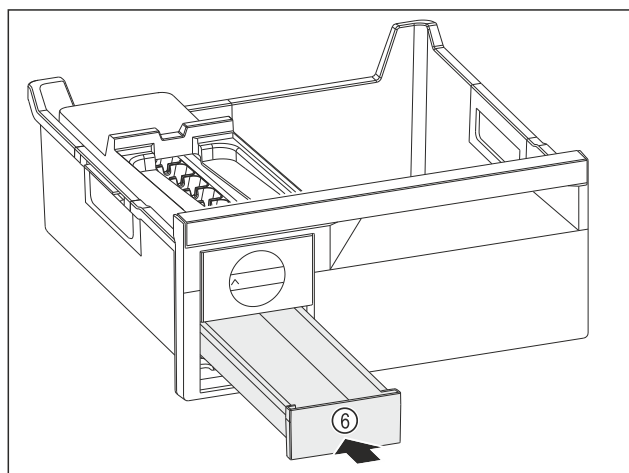

Fig. 135
- ▶ Вдвиньте выдвижной ящик для кубиков льда Fig. 135 (6).